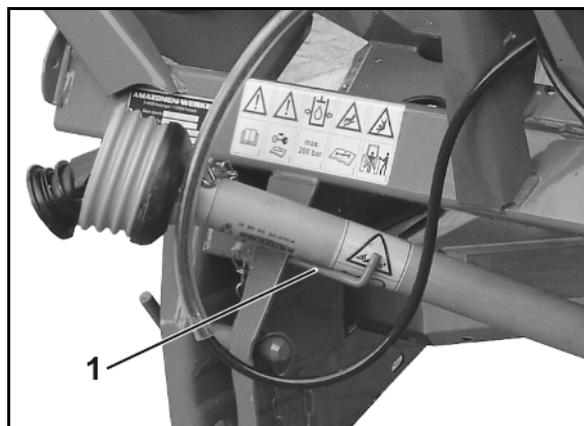

Fig. 36
5. Depositar el árbol de transmisión en el soporte previsto (Fig. 36/1).